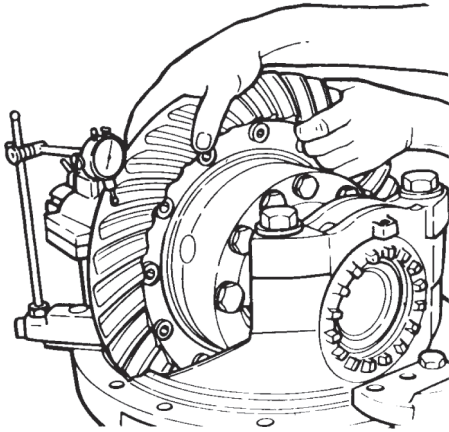

Figura 93
- B- Apoye la aguja de un reloj comparador en el diente de la corona (figura 93).